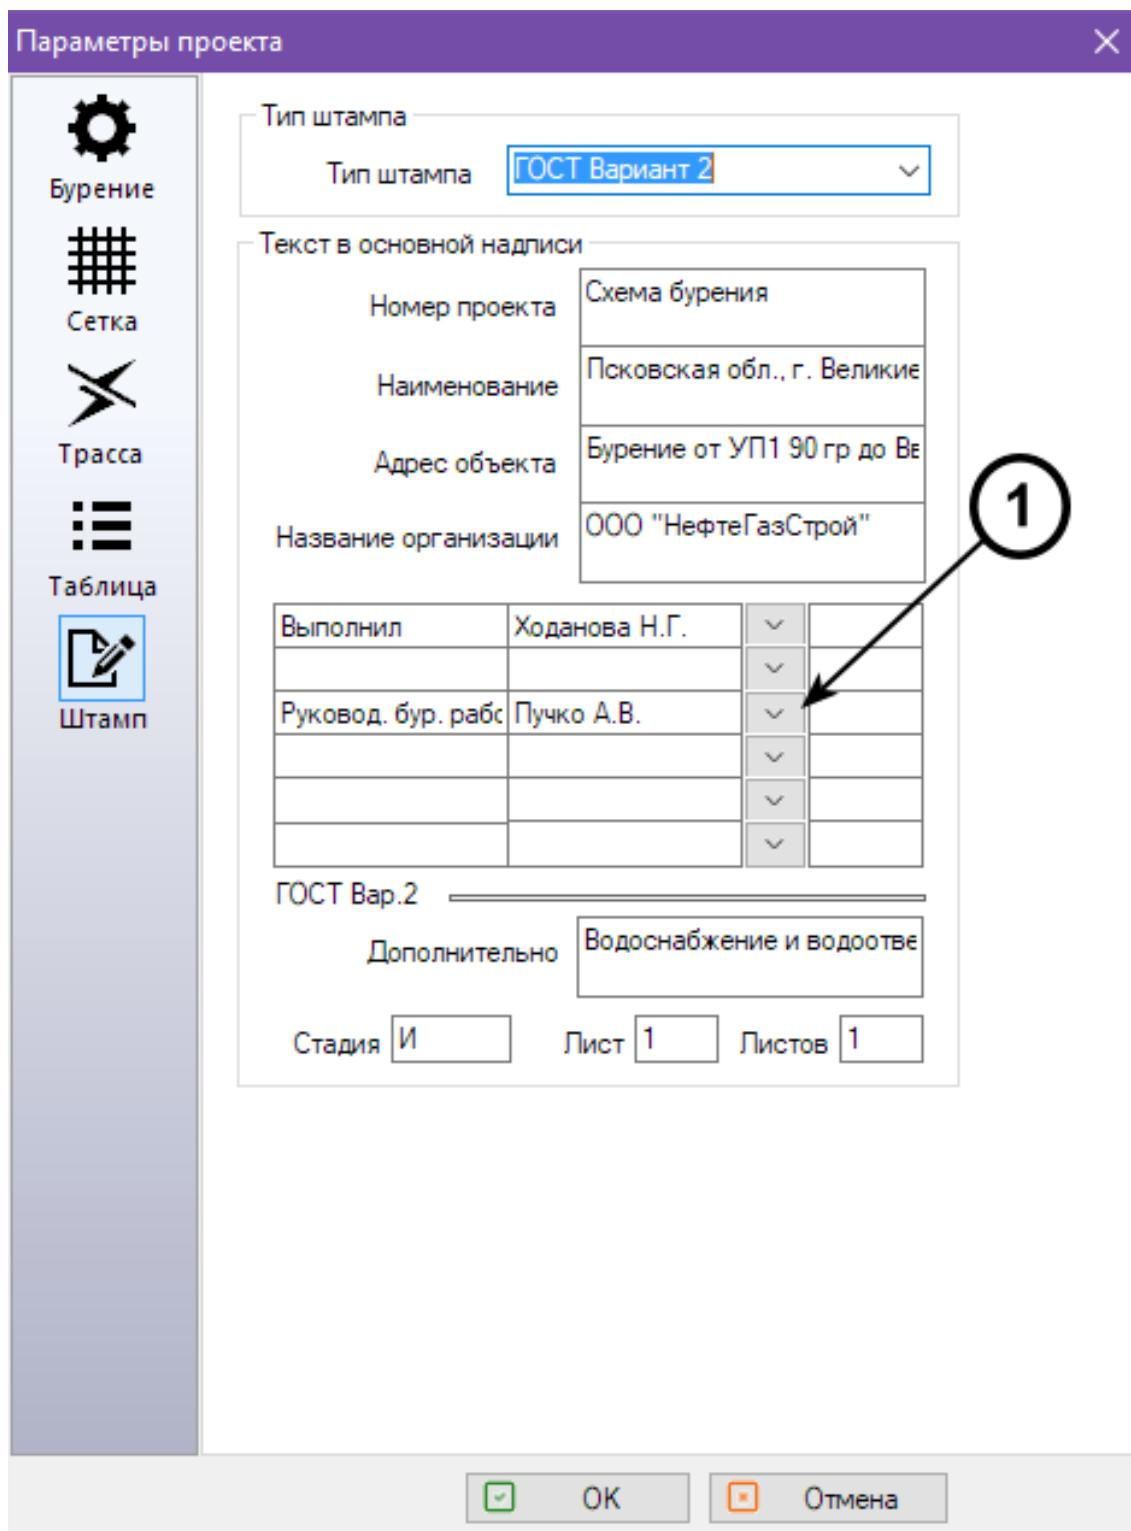
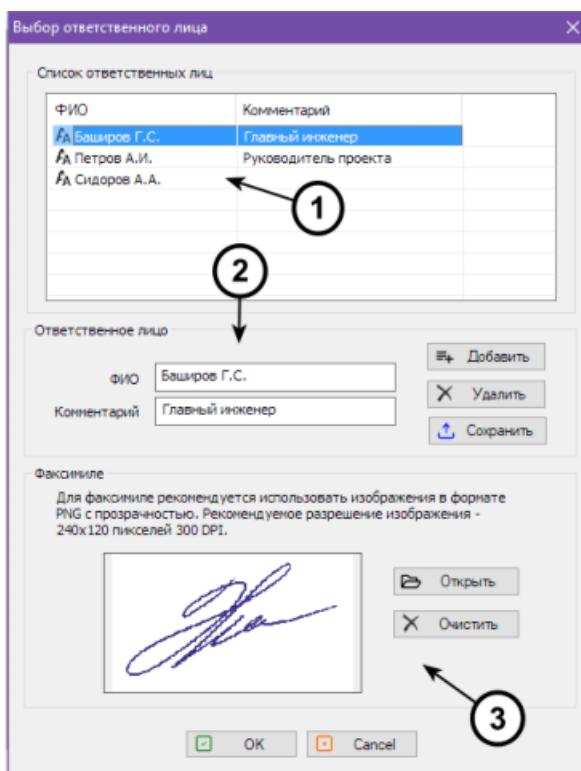

Рис.22 Окно настройки вывода штампа в проекте
Рис.23 Окно выбора ответственного лица
В программе имеется возможность автоматически заполнять поля 11 и 12 ЕСКД (фамилии и подписи ответственных лиц). Для этого существуют кнопки (1) (Рис.22 на стр.46). При нажатии на эту кнопку, расположенную в соответствующей графе откроется окно заполнения базы данных ответственных лиц и выбора ответственного лица из этой базы данных (Рис.23 на стр.47).